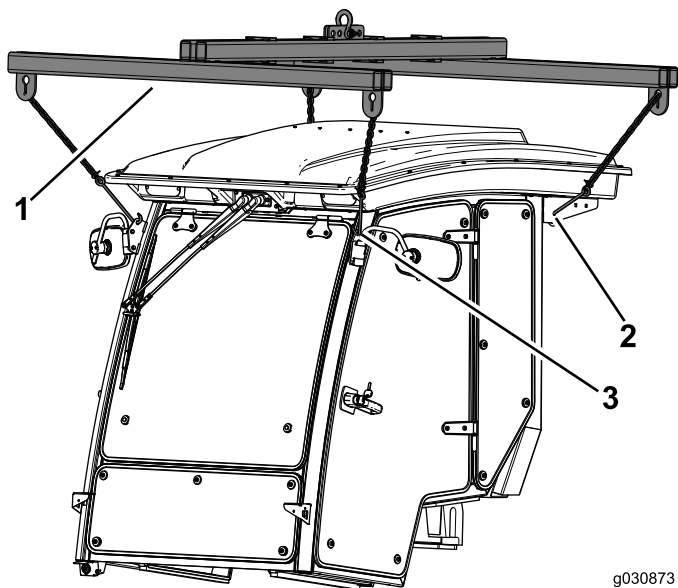

Figura 23
1. Utilice los cuatro puntos de elevación para sujetar la cabina por encima de la máquina (Figura 23).